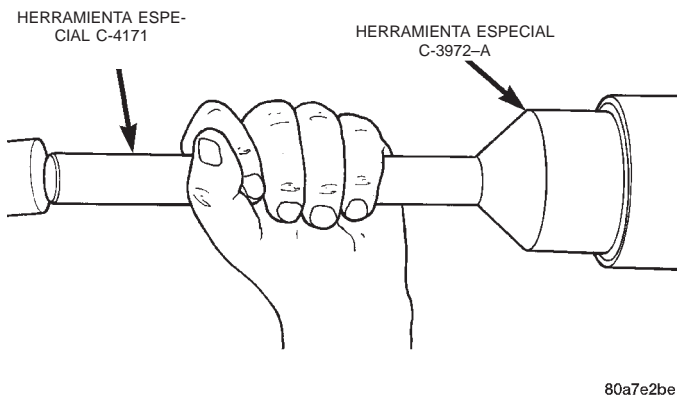

Fig. 12 Instalación de la junta del piñón
(1) Aplique una capa delgada de lubricante para engranajes en el borde de la junta del piñón. Coloque la junta con el instalador D-3972-A y el mango C-4171 (Fig. 12).